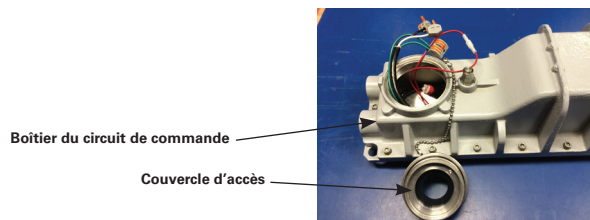
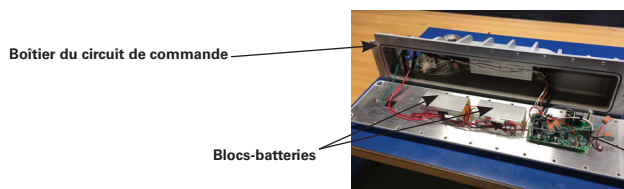

Figure 10
Figure 11
3. Le remplacement de la batterie nécessite le retrait du boîtier du circuit de commande (voir la figure 11).
4. Dévisser le couvercle d'accès au câblage (voir la figure 10) et le laisser pendre au bout du cordon.
9. Retirer les vingt-quatre (24) vis de pression à six pans creux et rondelles de blocage du boîtier du circuit de commande à l'aide d'une clé hexagonale ou d'un embout de 5 mm.
11. Retirer le boîtier du circuit de commande. Remarque : Garder le boîtier à proximité du luminaire afin d'éviter toute contrainte sur le faisceau de câbles fixé (voir la figure 11).